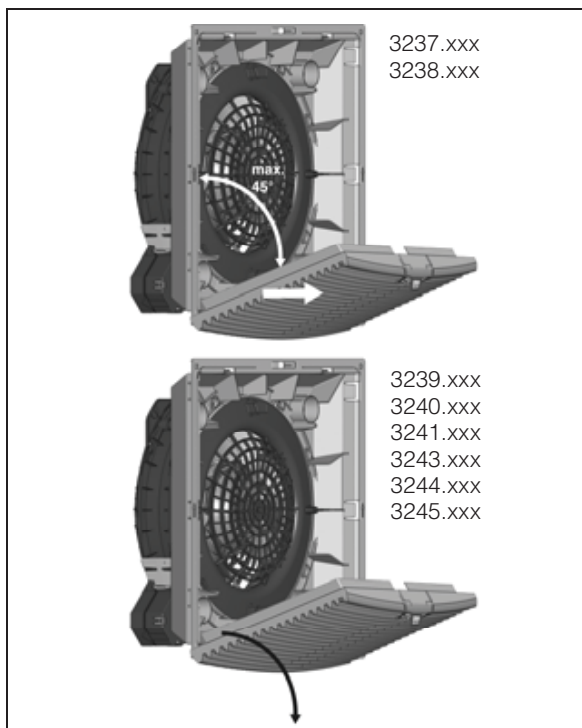

Abb. 2: Lamellengitter abnehmen
- Um die unteren Bohrungen zu setzen, muss das Lamellengitter wie unter Abb. 2 dargestellt abgenommen werden